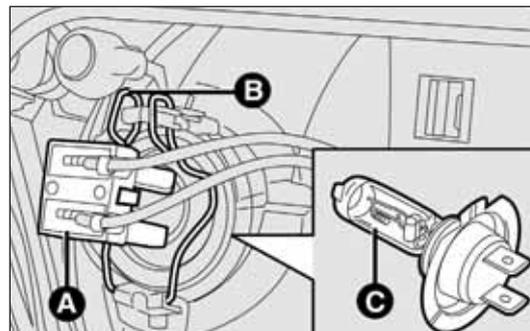

Abb. 190
- den elektrischen Steckverbinder A-Abb. 190 abziehen;